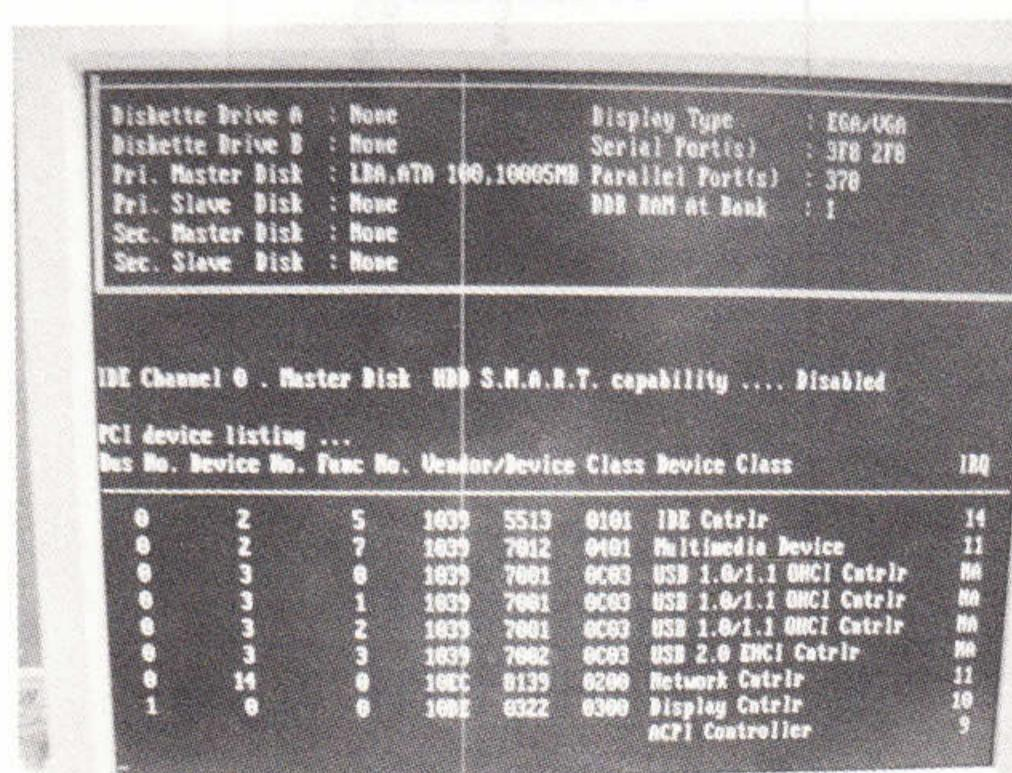

图 5-83 死机故障图
**故障分析：**一片精英 648-M7 主板，拿来时是点不亮，加焊 CPU 插座后可以点亮。正高兴呢，谁知代码跑到 96 居然不动了，等了一会也不启动硬盘。按键盘灯没反应，原来是死机了，现象如图 5-83 所示。